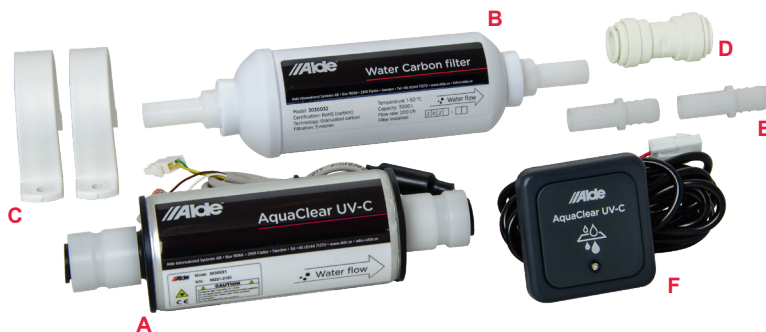

fig. 2, Alde AquaClear 3030034, komplett
**Alde AquaClear komplett 3030034 (fig. 2), består av:**